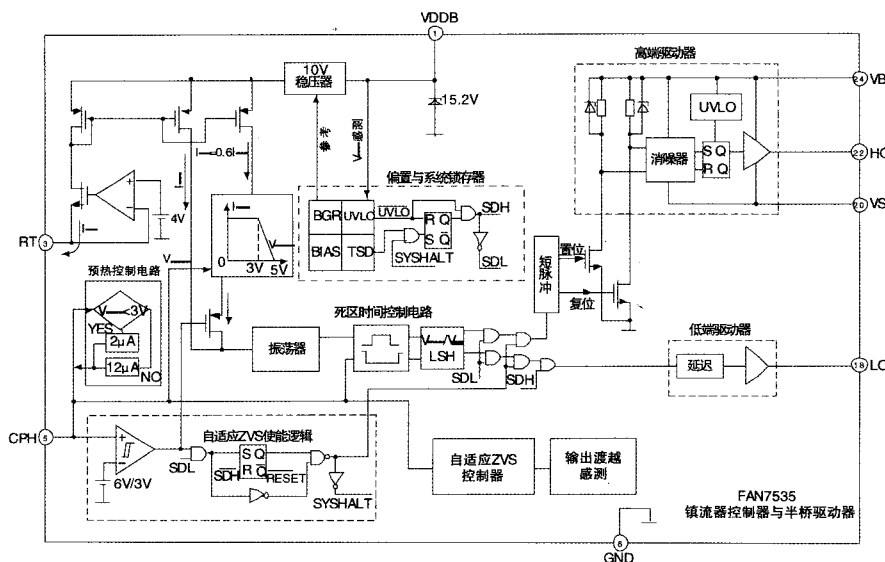

图3 FAN7535的镇流器控制与半桥驱动器电路框图
FAN7535的镇流器控制与半桥驱动器电路如图3所示。该电路与飞兆半导体的FAN7711是等效的,其①脚(VDDDB)内置一个15.2V的齐纳钳位二极管,①脚上的启动门限是13.4V,启动电流为150 μ A,动态工作电源电流为3.2mA,驱动器输出电流达+350mA/-650mA。